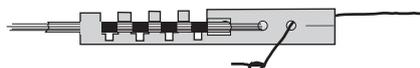

Figura 33. Ate a sutura ao estilete curto
9. Ate uma sutura suficientemente robusta ao estilete curto e passe-a através do orifício previsto para o efeito, deixando uma ponta suficientemente comprida para passar através do tubo (Figura 33).